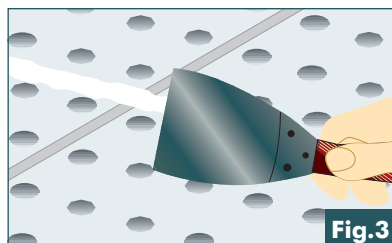

Fig.3
- Para la colocación de las placas es aconsejable hacer un replanteo previo. Con ello, se conseguirá un mejor aprovechamiento de las mismas y se realizarán menos cortes. Estos cortes deberán hacerse en las placas perimetrales de la superficie, para ello deberán replantearse desde el centro hacia fuera, alineándolas debidamente, sin contrapearlas (fig. 3, Ejemplo de montaje de placas Bordes Afinados (BA) en transversal a la estructura).
- Para a colocação das placas é aconselhável fazer um estudo prévio. Assim, obter-se-á um melhor aproveitamento das mesmas e haverá menos cortes. Estes cortes deverão efectuar-se nas placas perimetrais da superfície e, para isso, deverão ser projectadas desde o centro até à parte de fora, alinhando-as devidamente sem contraplacá-las (fig. 3 Exemplo da montagem de placas Juntas Aguçadas (BA) na transversal em relação à estrutura).
► **Ejemplo de montaje de placas Bordes afinados (BA) en transversal a la estructura.** (fig. 3)
Exemplo da montagem de placas Juntas aguçadas (BA) na transversal em relação à estrutura. (fig. 3)
- Cuando la pasta se ha fraguado, aplicar otra capa de pasta con una pequeña espátula para alisar la superficie de la junta. (fig.3).
- Quando a pasta estiver consistente, aplique outra camada de pasta com uma pequena espátula para alisar a superfície da junta (fig.3).